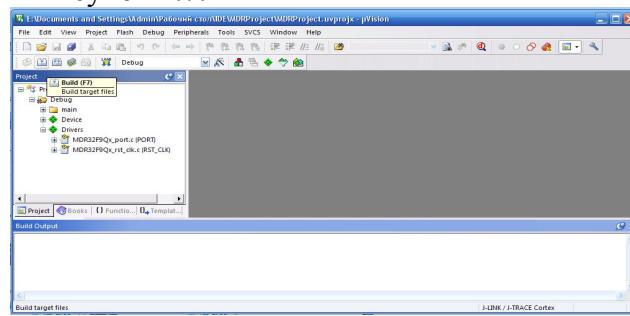

Рисунок 1.7 – Построение первого проекта.
4.2 В появившемся окне Keil uVision нажать на кнопку «Build» или воспользоваться горячей клавишей «F7» – Рисунок 1.7.